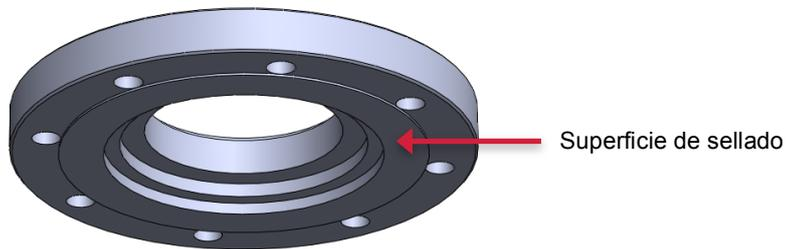

Figura 4-8 Superficie de sellado del cuerpo de la válvula
- 4.1.6.1 En la cara inferior del cuerpo de la válvula (artículo 4) se encuentra la superficie que sella la válvula a la placa de montaje en el vagón cisterna (Figura 4-8). Se permite el mecanizado de esta superficie. Es necesaria una buena superficie de asentamiento para asegurarse de que no haya fugas en esta área.